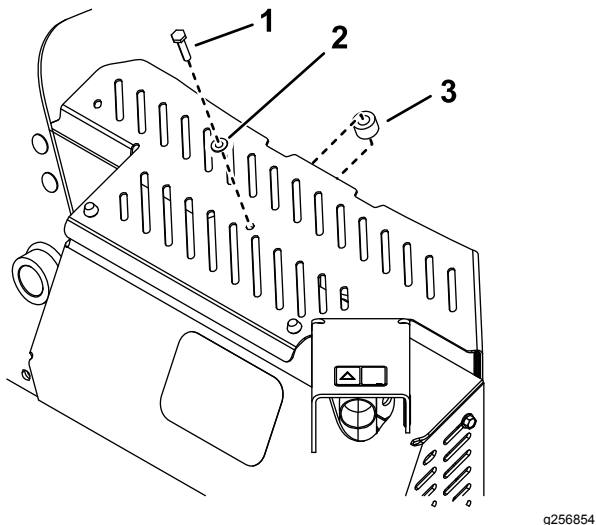

Figure 11
6. Installez l'entretoise entre l'écran pare-chaleur et la protection du silencieux à l'aide du boulon autotaraudeur (1/4 x 1 1/4 po) et de la rondelle (Figure 11).